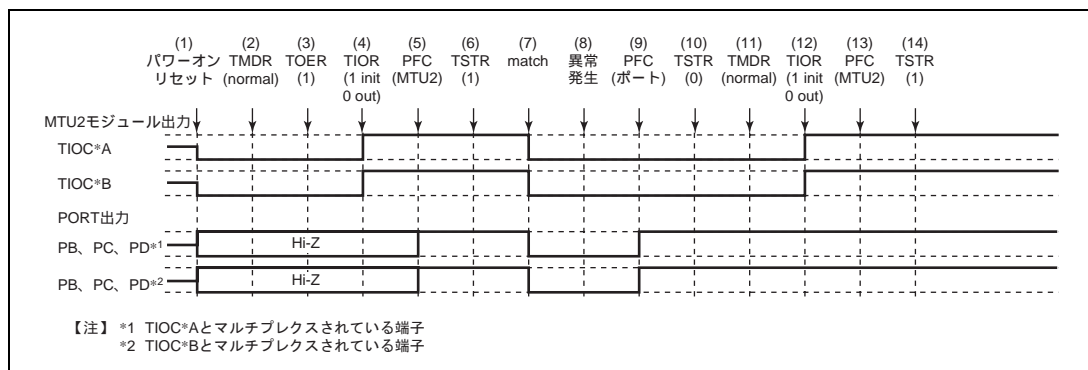

図 12.127 ノーマルモードで異常が発生し、ノーマルモードで復帰する場合
ノーマルモードで異常が発生し、再設定後ノーマルモードで再スタートする場合の説明図を図 12.127 に示します。
(1) ~ (10) は図 12.127 と共通です。
(11) PWM モード 1 を設定します。
(12) TIOR で端子を初期化してください (PWM モード 1 では TIOC\*B 側は初期化されません。初期化したい場合はノーマルモードで初期化した後、PWM モード 1 に遷移してください)。
(13) PFC で MTU2 出力としてください。
(14) TSTR で再スタートします。
(11) PWM モード 2 を設定します。
(12) TIOR で端子を初期化してください (PWM モード 2 では周期レジスタの端子は初期化されません。初期化したい場合にはノーマルモードで初期化した後 PWM モード 2 に遷移してください)。
(11) 位相計数モードを設定します。
(12) TIOR で端子を初期化してください。
(11) TIOR でノーマルモードの波形生成部を初期化してください。
(12) TIOR でノーマルモードの波形生成部の動作を禁止してください。
(13) TOER でチャンネル 3、4 の出力を禁止してください。
(14) TOCR で相補 PWM の出力レベルと周期出力の許可禁止を選択してください。
(15) 相補 PWM を設定します。
(16) TOER でチャンネル 3、4 の出力を許可してください。
(17) PFC で MTU2 出力としてください。
(18) TSTR で再スタートします。
- (1) ~ (13) は図 12.127 と共通です。
- (14) TOCR でリセット同期 PWM の出力レベルと周期出力の許可禁止を選択してください。
- (15) リセット同期 PWM を設定します。
- (16) TOER でチャンネル 3、4 の出力を許可してください。
- (17) PFC で MTU2 出力としてください。
- (18) TSTR で再スタートします。